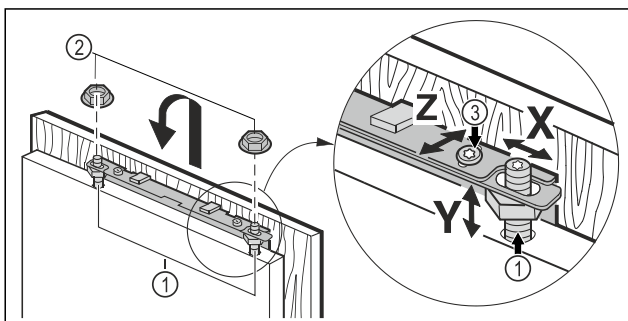

Fig. 18
- ▶ Ripusta kalusteovi säätöpultteihin *Fig. 18 (1)* ja ruuvaa vastamutterit *Fig. 18 (2)* löysästi säätöpultteihin.
- ▶ Kohdistusta kalusteovi korkeudeltaan **Y:n** ja sivuttaisen kaltevuuden mukaan: Säädä säätöpultteja *Fig. 18 (1)* ruuvimeisselillä.
- ▶ Kiristä vastamutterit *Fig. 18 (3)*.